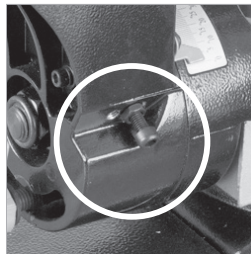

Fig. 18
- Utilisez une clé 6 pans pour régler la vis de réglage selon vos besoins (**Fig. 18**)